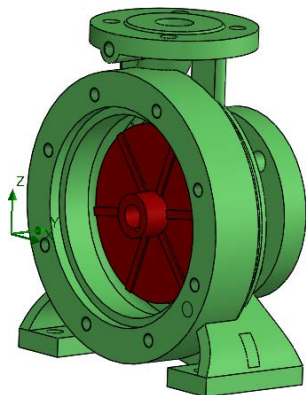

图 12-30 打开模型并隐藏泵盖
STEP ① 打开本书提供的素材文件“离心泵.SLDASM”，启用“SolidWorks Flow Simulation”插件，然后将泵盖压缩（令其不参与运算，而在原位置创建封盖，以简化模型的运算量），如图 12-30 所示。